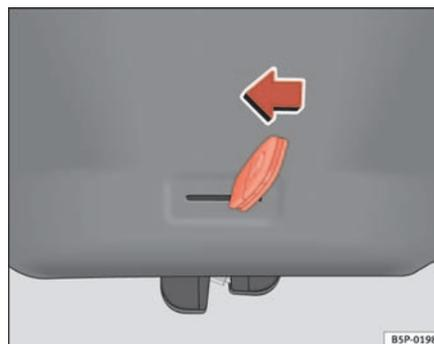

Fig. 70 Cofano vano bagagli: apertura d'emergenza
- Inserire l'ingegno della chiave nella fessura e sbloccare il dispositivo di chiusura girando la chiave da destra verso sinistra, come indicato dalla freccia ⇒ **fig. 70.** ■